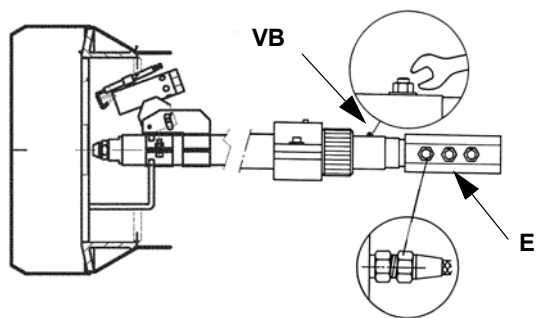

Рис. 31
- отвинтить крепежные соединения (**E** на Рис. 31) трубок дизтоплива (использовать два ключа для отвинчивания и завинчивания этих соединительных муфточек, закрепленных на узле распределителя);